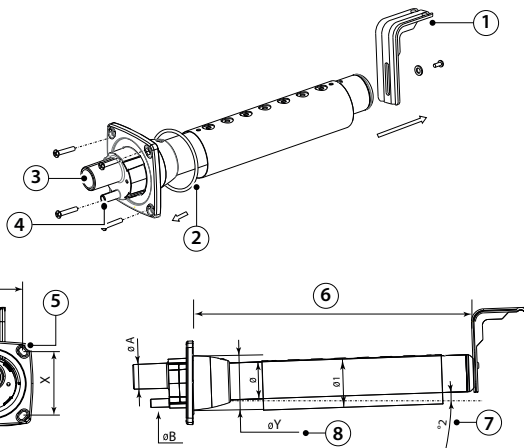

Fig. 3.b-1
2. il supporto di fissaggio a forma di "L" (vedere particolare 1 Fig. 3.b) è fornito con i distributori di vapore modelli da DP085* a DP205*. Per lunghezze inferiori il supporto può essere fornito come optional (cod. 18C478A088).